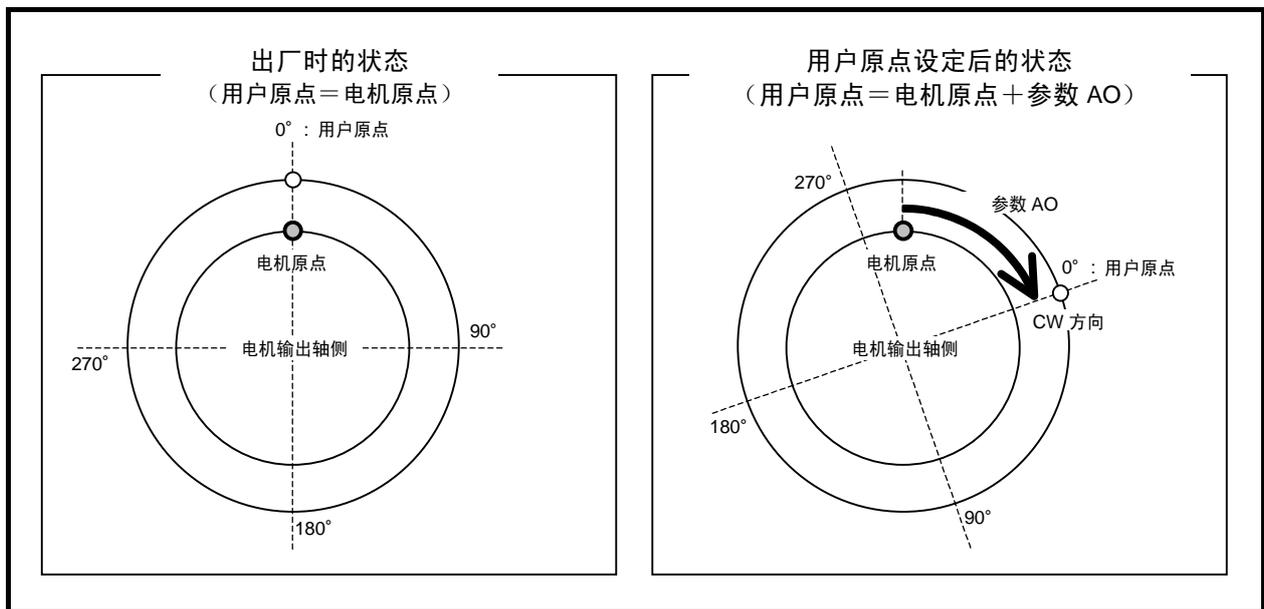

图 6-3: 用户原点与参数 AO
- 如「图 6-3: 用户原点与参数 AO」所示，出厂时用户原点与参数原点一致。